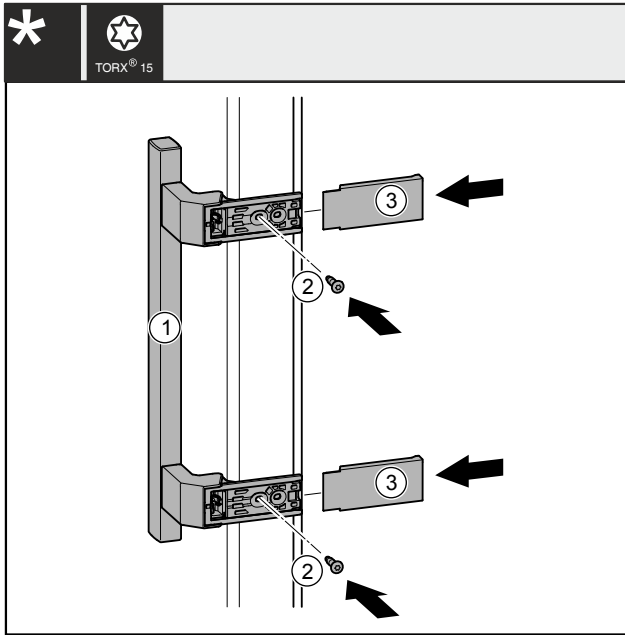

Fig. 41
- ▶ Установите ручку Fig. 41 (1) на противоположной стороне.
- ▶ Затяните винты Fig. 41 (2) отверткой.
- ▶ Установите крышки Fig. 41 (3) сбоку и надвиньте их, чтобы защелкнуться.